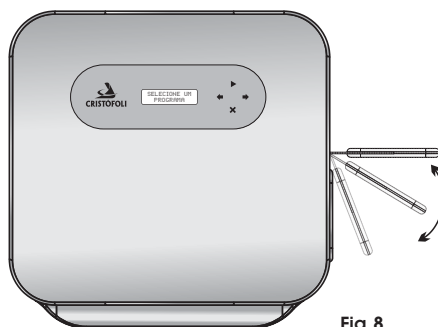

Fig. 8
- b▶ Abra a porta da autoclave, para isso levante o fecho e puxe (Fig. 8).